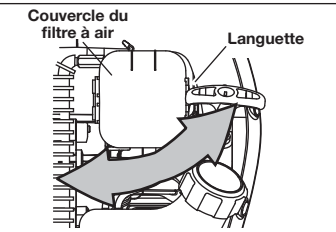

Fig. 5
- Ouvrez le couvercle du filtre à air et retirez le filtre à air (Fig. 5).
- Réinstallez le couvercle du filtre à air et appuyez jusqu'à ce qu'il soit parfaitement en place. (Fig. 5).